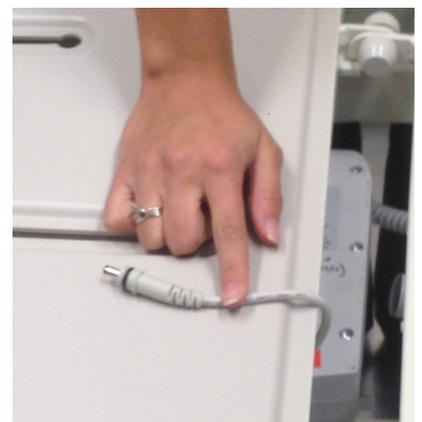

Figura 5 – Desligar o cabo da bateria da caixa de controlo
5. Fixe o bloqueio do cabo da bateria à estrutura da cama com fita adesiva (Figura 5).